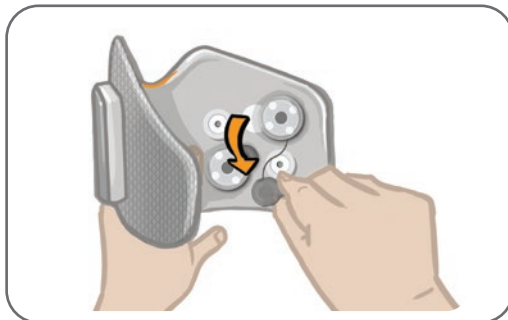

Bild 8-8: Ta bort de använda elektrodbaserna
3. Lossa elektrodbasernas klickfästen från kontakthålen. Se bild 8-8.
4. Ta bort de använda elektrodbaserna från manschetten. Se bild 8-8.